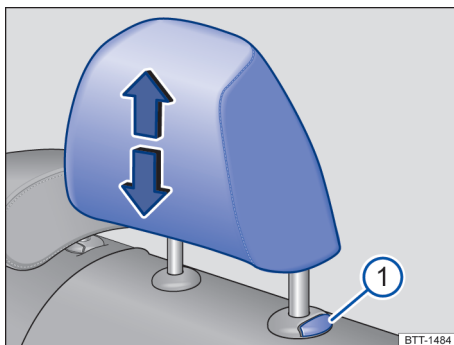
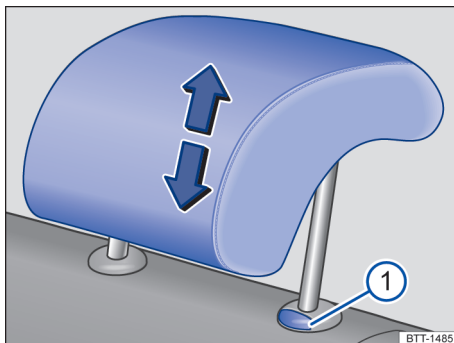

Fig. 68 Assentos traseiros laterais: ajustar o apoio para cabeça.
Fig. 69 Assento traseiro central: ajustar o apoio para cabeça.
- Empurrar o apoio para cabeça para cima no sentido da seta ou, com o botão → Fig. 68 ① ou → Fig. 69 ① pressionado, empurrar para baixo → ▲ em *Introdução ao tema* na página 81.